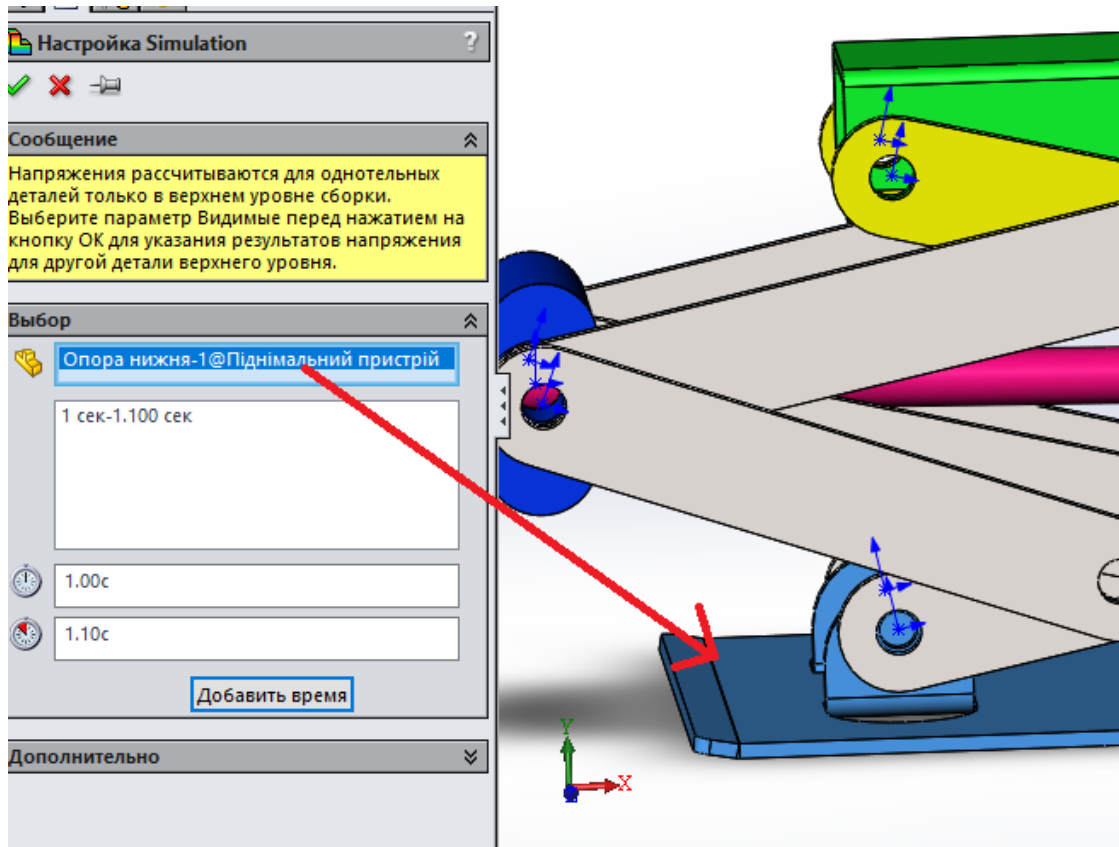

Рис. 12. Налаштування структурного аналізу Simulation
3.1.3. На панелі інструментів **Motion Manager** натиснути **Расчет результатов Simulation**. Попередні результати аналізу зображені на рис. 12.